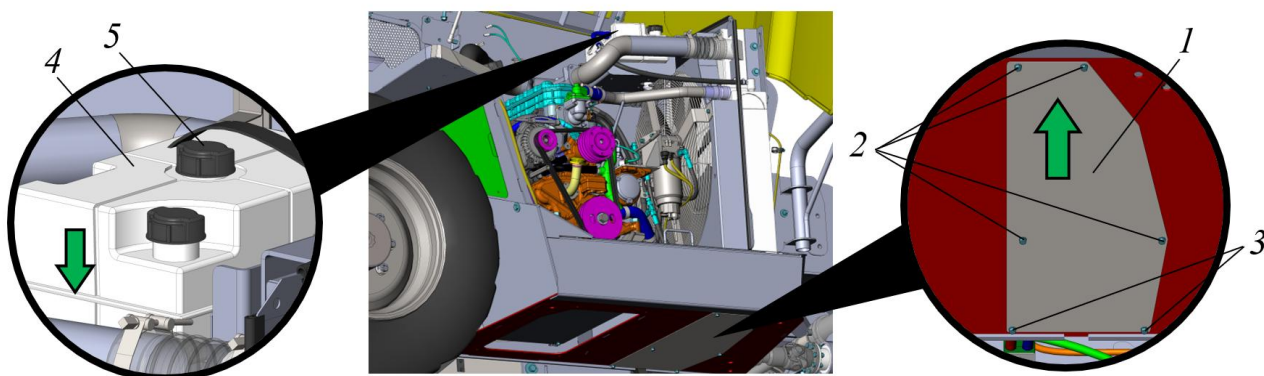

Рисунок 5.32. Замена охлаждающей жидкости шаг 1
- Осторожно приоткрыть крышку-клапан наливной горловины 5 на расширительном бачке 4, рис. 5.32, повернув ее против направления часовой стрелки.
- Ключом  на 13 ослабить крепеж 3, полностью не выкручивать. Придерживая люк 1 полностью выкрутить крепеж 2 и снять люк в направлении стрелки, см. рис. 5.32. Примерная масса люка 3,7 кг.
- ▶ Установить люк 1 используя крепеж 2-3, рис. 5.32. Болты М8 затянуть моментом 25-27 Н*м.
- ▶ Снять крышку-клапан 5 с расширительного бачка 4 (рис. 5.32) и через наливную горловину заправить систему охлаждающей жидкостью по уровню (до середины высоты расширительного бачка, на рис. 5.32 показано стрелкой) . Заправочный объем см. п. 5.2.2 Заправочные объемы эксплуатационных материалов.